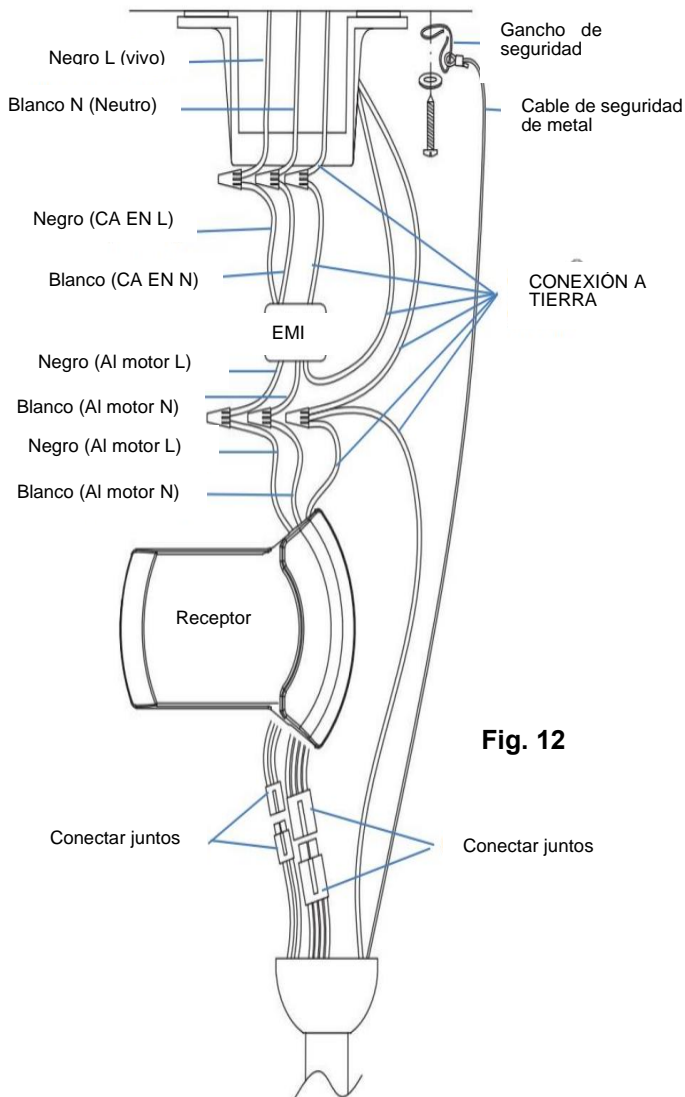

Fig. 12
- Complete el cableado eléctrico según la sección de “DIAGRAMA DE CABLEADO ELÉCTRICO” a continuación. (Fig.12)
2. Conecte el cable vivo de suministro eléctrico del hogar (negro) al cable de entrada del filtro EMI (negro, AC IN L) como se muestra en la (Fig. 12)